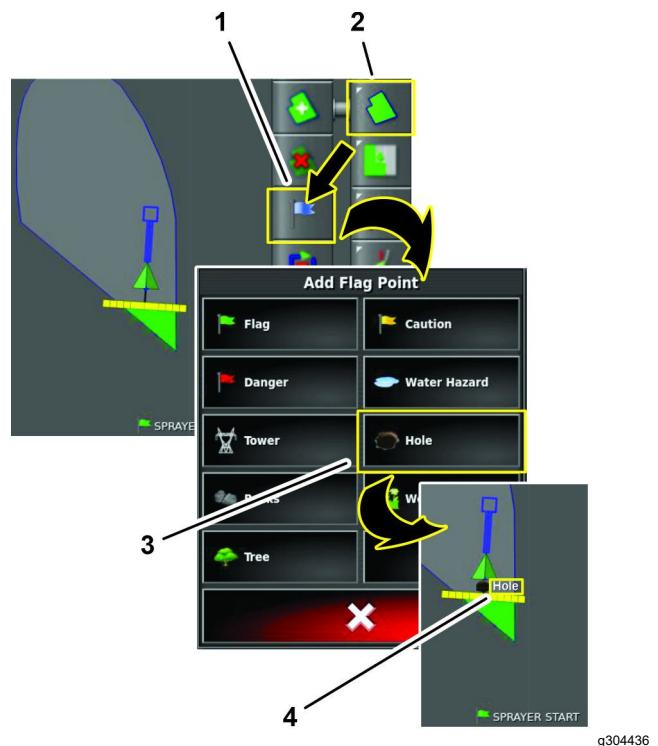

Figure 79
- Appuyez sur l'icône MENU DES CHAMPS et l'icône DÉFINIR UNE BALISE (Figure 79).
- Dans le menu Ajouter une balise, sélectionnez une icône de balise (Figure 79).
La balise s'affiche dans la console de commande derrière le véhicule (Figure 79).